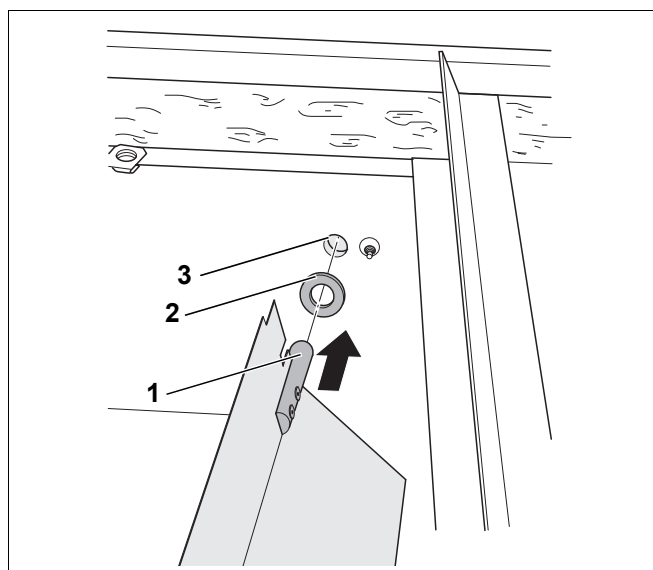

Рис. 6 Монтаж заслонки (здесь на G334)
- Наденьте распорную шайбу (рис. 6, [2]) на левую ось заслонки (рис. 6, [1]).
- Вставьте левую ось (рис. 6, [1]) в левое отверстие прерывателя тяги (рис. 6, [3]).